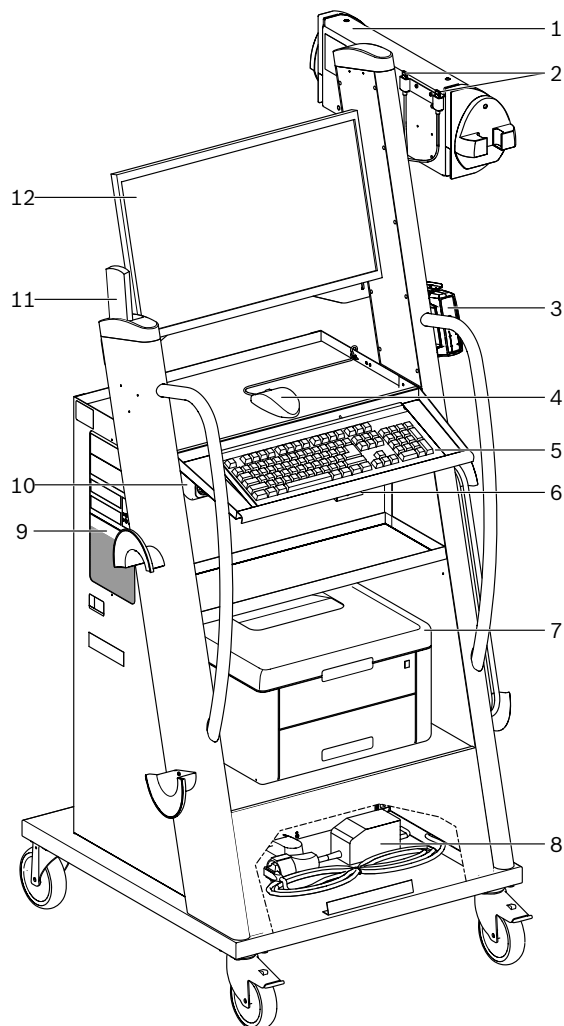
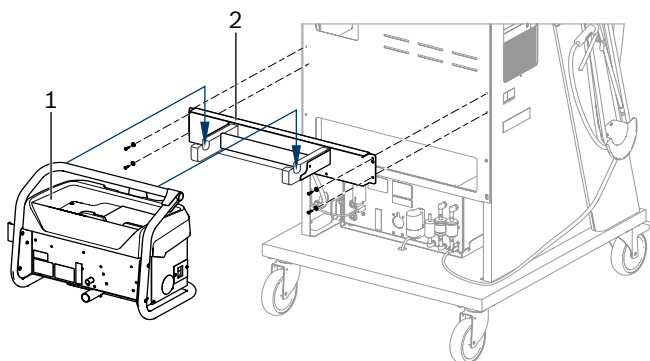

Fig. 1: FSA 740 set forfra
Fig. 4: Montering af holder
2. Montér holderen til BEA 070 (fig. 4, pos. 2) på apparatvognen.
3. Sæt BEA 070 (fig. 4, pos. 1) i holderen, og tilslut efter ønske USB-forbindelseskablet ved BEA 070 og ved USB-tilslutningen på forsiden af pc'en (fig. 1, pos. 9).
4. Tilslut strømkablet til BEA 070 og stikdåsepanelet (fig. 1, pos. 10).
7. Fjern transportsikringerne på laserprinterens i overensstemmelse med den medfølgende vejledning. Anbring laserprinterens (fig. 1, pos. 7) i apparatvognen og tilslut den. Strømkabel og USB-forbindelseskabel ligger allerede i apparatvognen og er klar til tilslutning.
Tænd eller sluk med den centrale netkontakt på apparatets forside (se fig. 1, pos. 10) FSA 740.